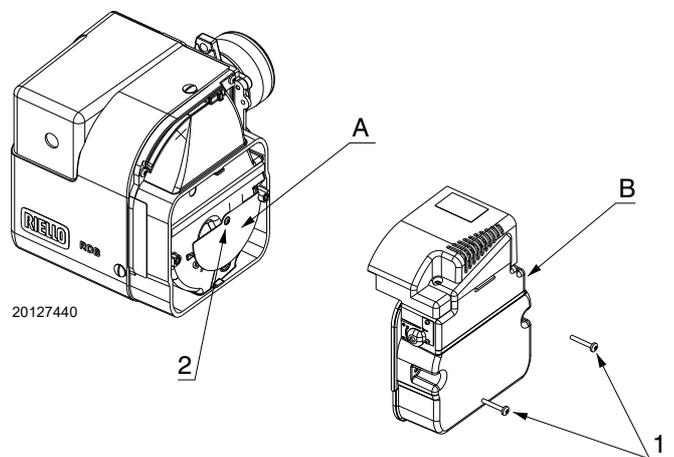
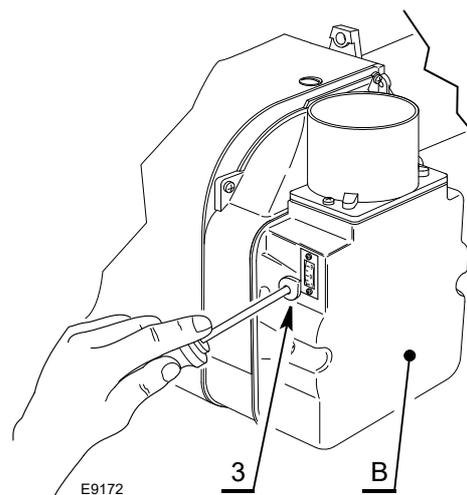

Fig. 17
Fig. 18
La regulación del aire se realiza mediante dos registros independientes (ver Fig. 17 y Fig. 18).
Registro de aire principal (A)(Fig. 17) - solo para el código 3514157
El registro de aire principal (A) debe bloquearse en la posición indicada en la Fig. 17.
- Retire el registro de aire secundario (B) aflojando los tornillos 1).
- Afloje el tornillo 2) y gire el registro de aire principal (A) hasta la posición necesaria.
- Apriete el tornillo 2) y ponga de nuevo el registro de aire secundario (B).
Registro de aire secundario (B) (Fig. 18)